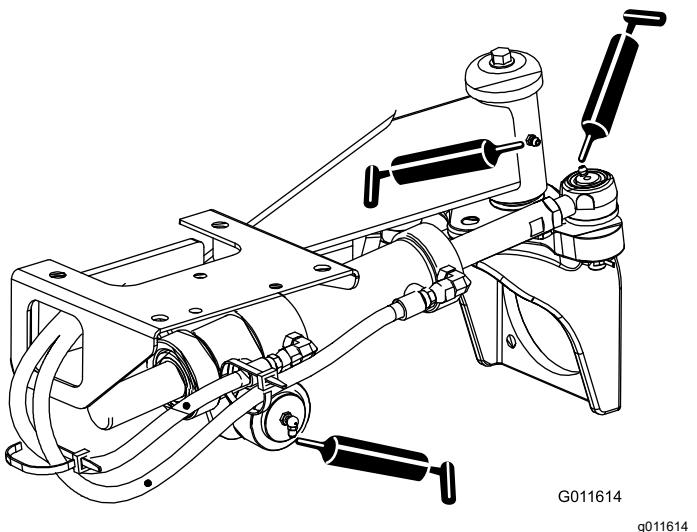

Figura 46
- Articulaciones esféricas del cilindro de dirección (2) y eje trasero (1) – Figura 46